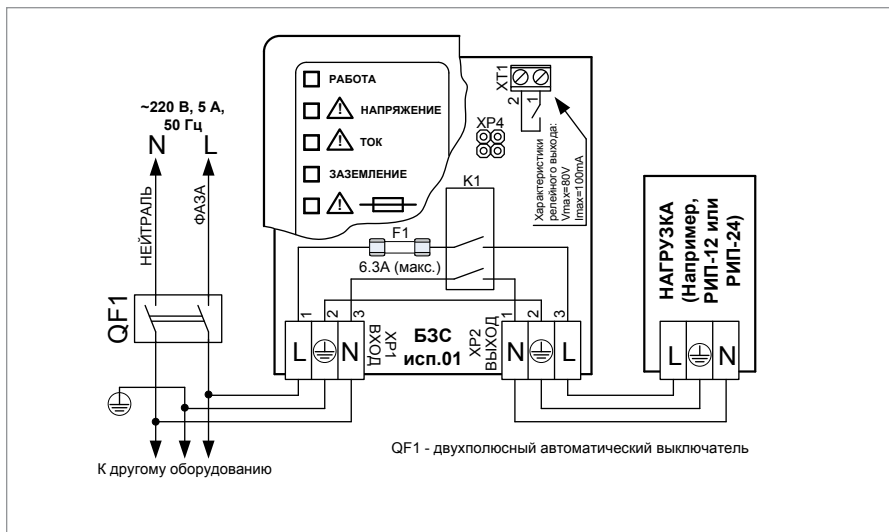

Рисунок 13. Схема подключения «БЗС исп.01»
- При подключении внешнего питающего напряжения 220 В к сетевой колодке необходимо соблюдать правильность подключения проводов «фаза» и «нейтраль». Подключение производить в соответствии с маркировкой, расположенной на лицевой стороне корпуса или в соответствии с Рисунок 13.
2. До подачи напряжения сетевого питания необходимо с помощью перемычки на разъёме ХР4 (см. Рисунок 13), установить пределы срабатывания защиты по напряжению и время задержки включения согласно таблице 1.
3. Согласно схеме соединений на Рисунок 13